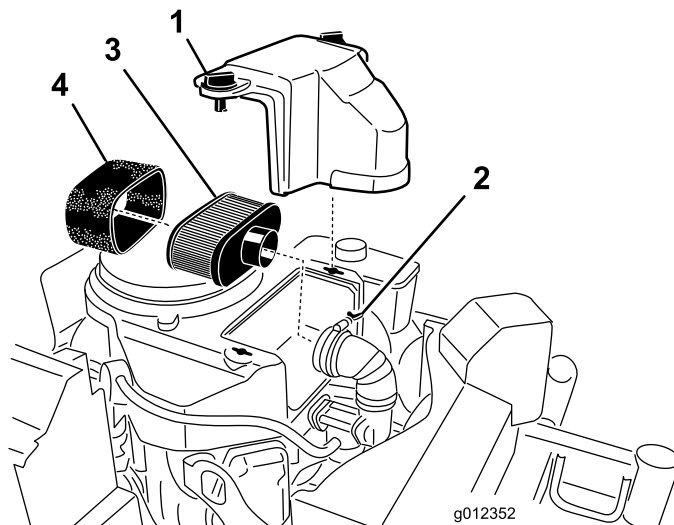

Figura 20
3. Limpie alrededor del limpiador de aire de forma que la suciedad no penetre en el motor y cause daños (Figura 20).
4. Desenrosque los pomos de la tapa y retire la tapa del limpiador de aire (Figura 20).
5. Desenrosque la abrazadera y retire el conjunto del limpiador de aire (Figura 20).
6. Retire cuidadosamente el filtro de gomaespuma del filtro de papel (Figura 20).
1. No limpie el filtro de papel. Cámbielo (Figura 20).
1. Deslice cuidadosamente el filtro de gomaespuma sobre el filtro de papel (Figura 20).
2. Coloque el conjunto del limpiador de aire sobre la base del limpiador de aire y fíjelo con 2 tuercas de orejeta (Figura 20).
3. Coloque en su posición la cubierta del limpiador de aire y apriete el pomo de la cubierta (Figura 20).